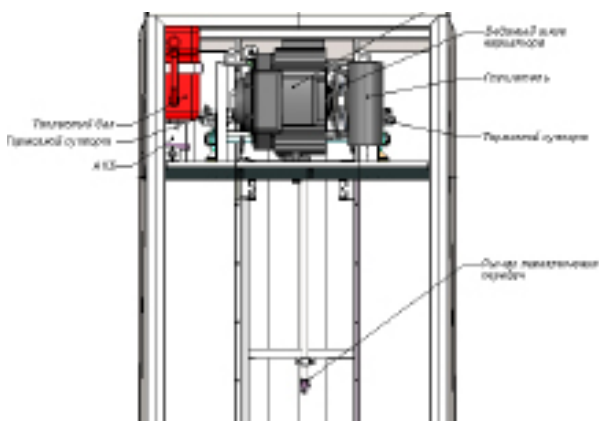

Рис. 1.4.3. Элементы управления вездеходом
- Рис. 1.4.3. Элементы управления вездеходом - схематичное изображение основных элементов моторного отсека.